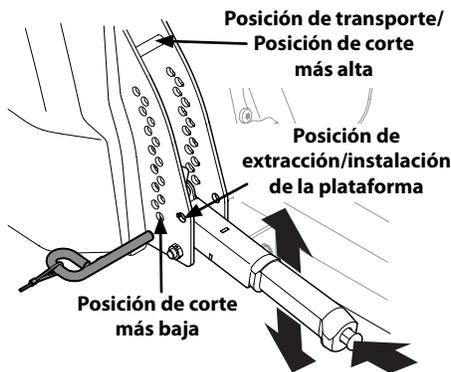

Figura 4-11
- a. Usando la manija de elevación de la plataforma, levante la plataforma a la posición que le ofrece mayor recorrido horizontal de la correa entre las poleas locas de la plataforma y la polea de la PTO en la base del motor. Vea la Figura 4-11.
- d. Baje la plataforma hasta la posición de extracción/instalación usando la manija de elevación de la plataforma. Vea la Figura 4-11.
- e. Baje la plataforma hasta la posición de extracción/instalación usando la manija de elevación de la plataforma. Vea la Figura 4-11.
1. Coloque la manija de elevación de la plataforma en la posición de corte más elevada. Vea la Figura 4-11.